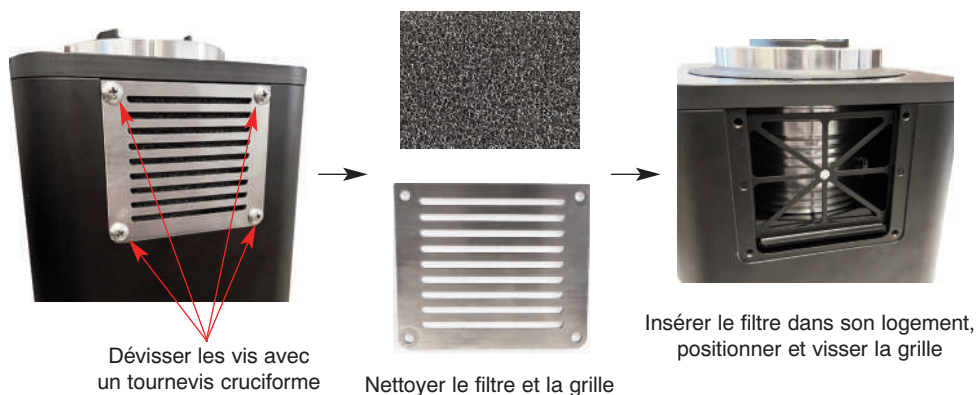

Fig. 24
- **Pour nettoyer le filtre** et la grille, dévisser la grille de ventilation et retirer le filtre (voir Fig. 24).